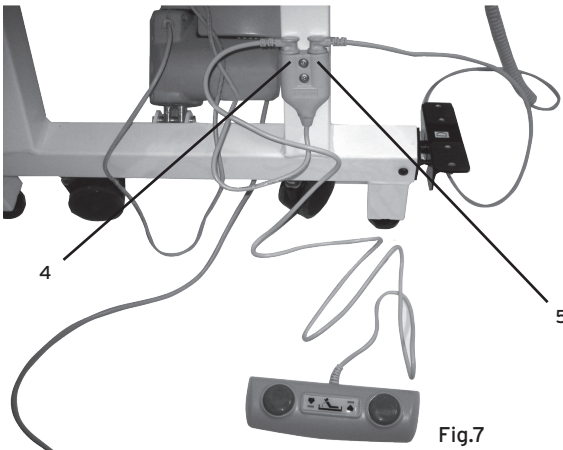

Fig.7
- Conectar el conector del mando a distancia a una de las dos entradas en el adaptador y el mando de pedal a la otra (Fig.7). Son intercambiables